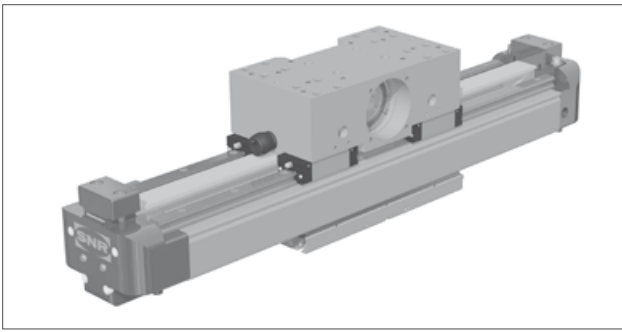

Bild 5.15 — AXS –Teleskopachse, horizontal mit Zahnriemen -  $\Omega$  - Antrieb
- Teleskopachsen für horizontalen und vertikalen Einsatz (Bild 5.15 bis 5.17)